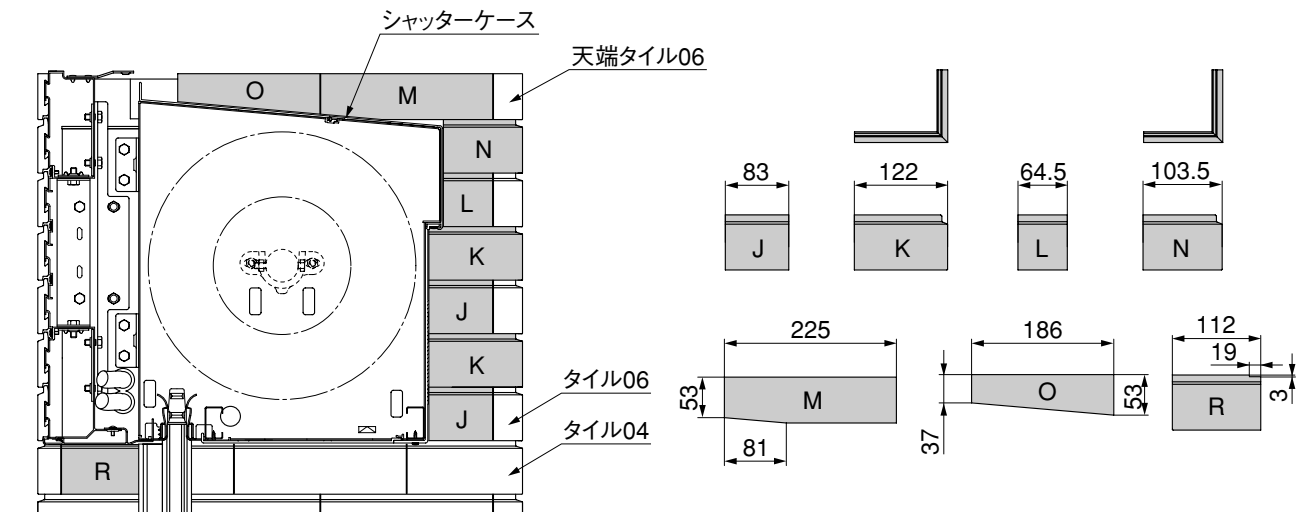
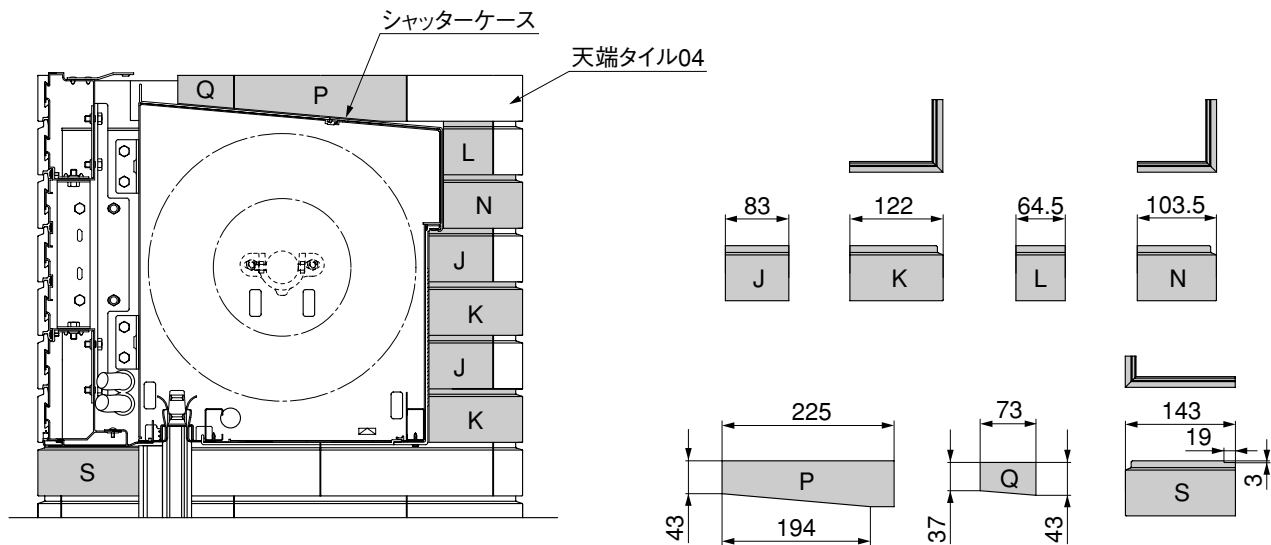

図1-3 H2100の場合
図1-4 H2300の場合
- 割付けはH21 (図1-3参照) とH23 (図1-4参照) とで異なります。